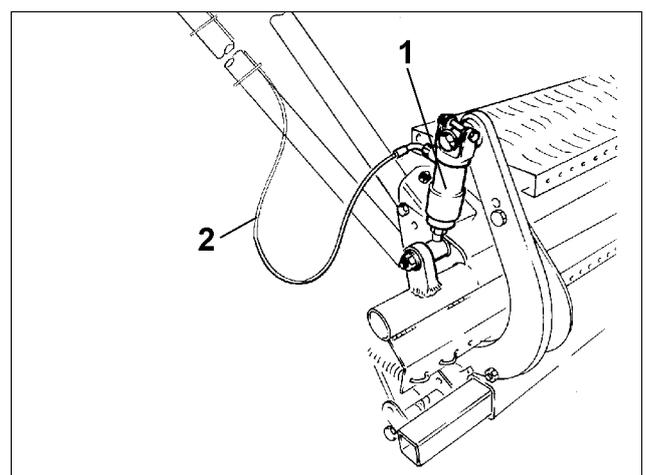

Fig. 26
Der Hydraulikzylinder (Fig. 26/1) ist bei Lieferung am Exaktstriegel montiert. Schließen Sie den Hydraulikschlauch (Fig. 26/2) am Hydraulikzylinder (Fig. 26/1) an.
**Verlegen Sie den Hydraulikschlauch (Fig. 26/2) an den Gelenkpunkten der Halterohre des Exaktstriegels in ausreichend großem Bogen, damit der Schlauch durch die Bewegung des Exaktstriegels nicht abreißen kann.**